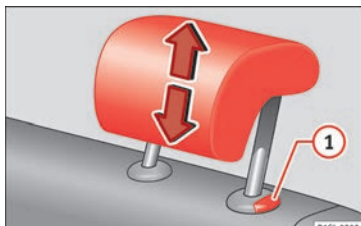

Abb. 119 Kopfstütze hinten ausbauen.
- Kopfstütze bei gedrückter Taste »» Abb. 119 ① ganz herausziehen.